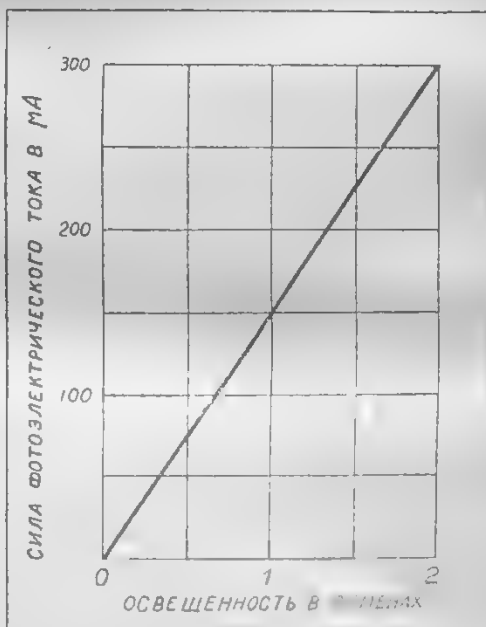

Рис. 1
Последняя новинка американского дальновидения—это демонстрация изобретателем Александерсеном приема дальновидения на экран размером в 4 квадратных метра. Для достижения этого Александерсен скомбинировал систему Каролуса с системой, применяющей диск Нипкова. Он отбросил неоновую лампу, так как если и возможно сделать неоновую лампу, дающую достаточно света для проектирования его на экран, то невозможно, не внося искажений, настолько усилить приемные сигналы, чтобы они в состоянии были такую лампу «промодулировать». Вместо неоновой лампы он применил известный конденсатор Керра. Этот элемент играет роль светового реле. Подводимые от приемника и действующие на конденсатор сигналы дальновидения меняют оптические свойства системы, так что конденсатор пропускает через себя в такт принимаемым сигналам большую или меньшую часть света, получаемого от постороннего источника. Этот меняющийся свет проходит через обыкновенный диск Нипкова и проектируется на экран, как это показано в упрощенном виде на рис. 1. Источником света (ИС) здесь служит дуга мощностью в 900 ватт. Свет от нее проходит через линзы Л, элемент Керра ЭК и диск Нипкова (ДН) с 48 отверстиями при скорости около 20 оборотов в секунду.
1) зависимость эмиссии фотоэлектронов от освещенности катода (рис. 1).